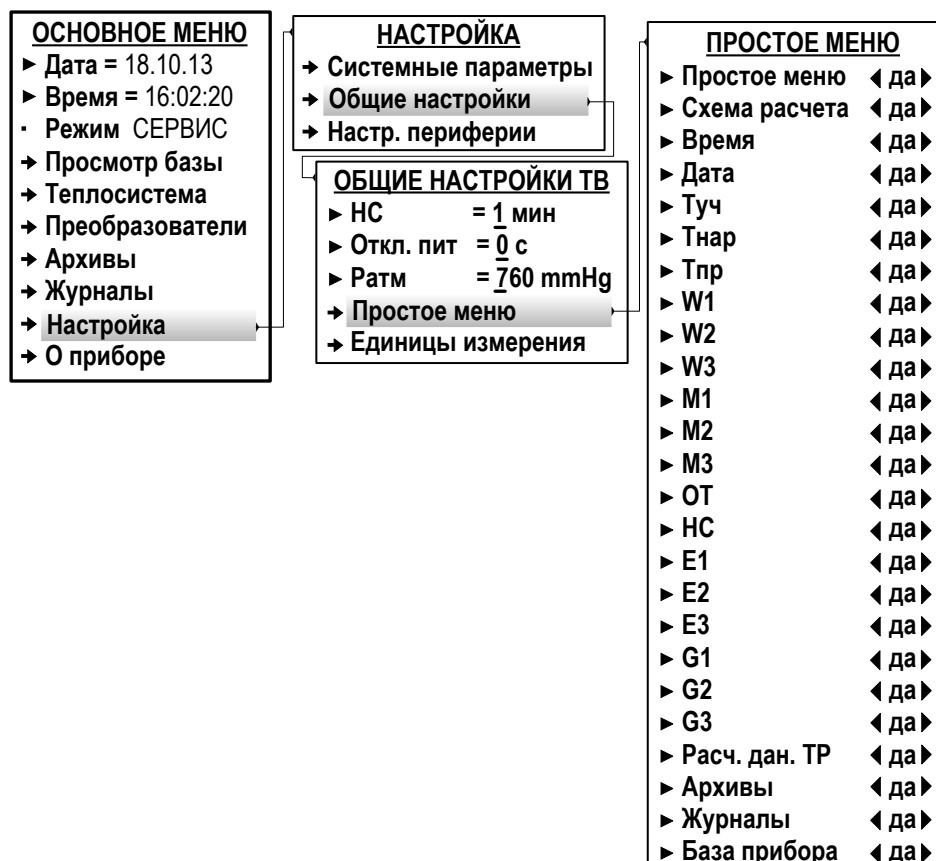

Рис.39. Вид меню для настройки ПРОСТОГО МЕНЮ (режим СЕРВИС).
7.8.1.1. В тепловычислителе предусмотрена функция **Простое меню**, позволяющая изменить состав и структуру меню, отображаемого в режиме РАБОТА. Для настройки состава **ПРОСТОГО МЕНЮ** необходимо в режиме СЕРВИС в меню **Настройка / Общие настройки / Простое меню** для параметра **Простое меню** установить значение **да**. После чего в открывшемся списке установить значение **нет** для параметра (меню), индикацию которого в **ПРОСТОМ МЕНЮ** следует отключить (рис.39).
Для удобства ввода и считывания с ЖКИ числовых значений в тепловычислителе предусмотрена возможность назначения (по усмотрению пользователя) индицируемых единиц измерения. Настройки могут выполняться как в режиме СЕРВИС, так и в режиме РАБОТА, в меню **Настройка / Общие настройки / Единицы измерения** (рис.39) для следующих параметров: